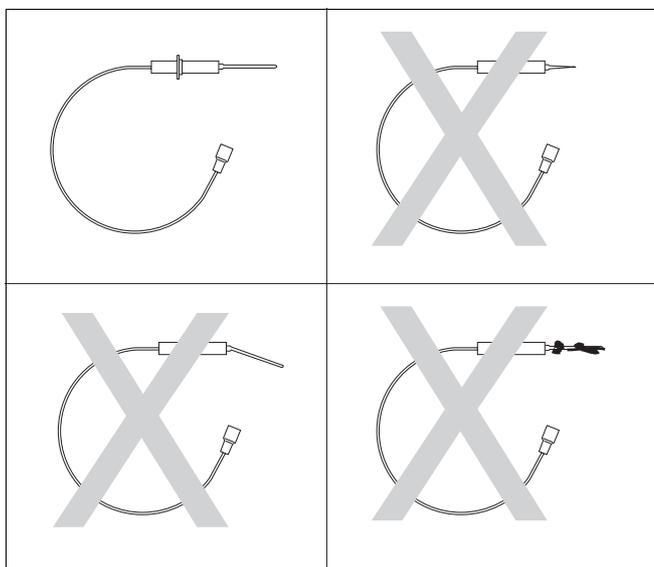

Fig. 109 Verificare l'elettrodo di ionizzazione
- Verificare l'eventuale presenza di contaminazione, usura o danni sull'elettrodo di ionizzazione (fig. 109) e sul dispositivo di accensione a incandescenza dello scambiatore.